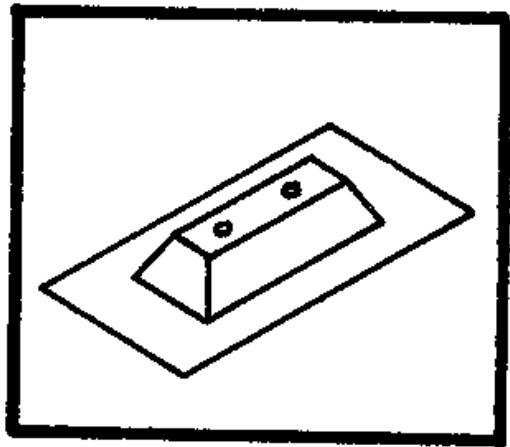

Fig. 22 - "Frog" Mold.
71. La Rana de UNA rana " de madera " (vea Fig. 22)